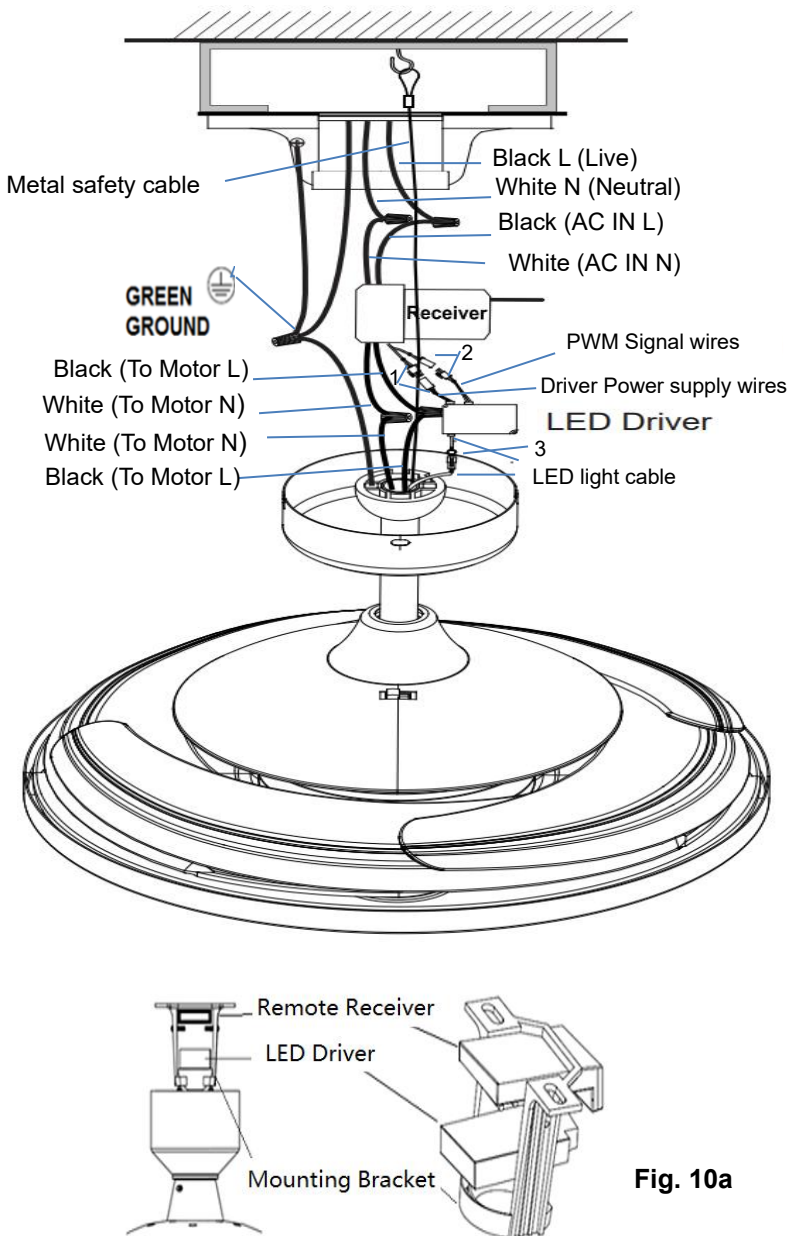
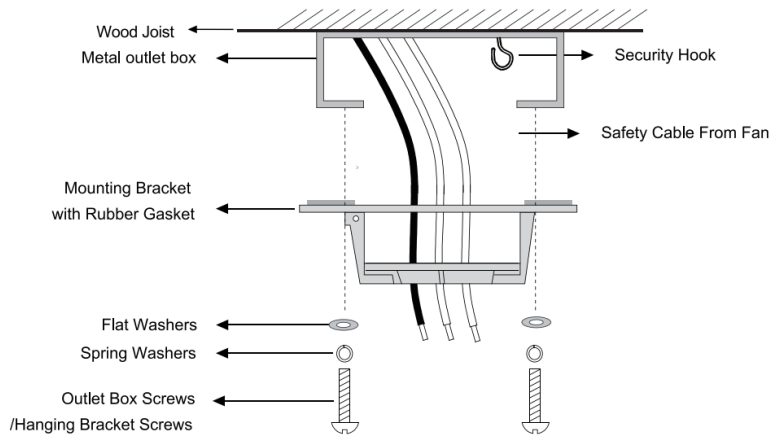

Fig. 10a
Fig. 10b
1. Conecte el cable de fase doméstico (negro) al cable de entrada del receptor (negro, CA EN L) como muestra la **Fig. 10a**.
6. Conecte los cables de entrada de alimentación del controlador LED y los cables de salida de alimentación del receptor remoto a través de los conectores rápidos de 2 puertos (3).
7. Conecte los cables de entrada de señal PWM del controlador LED y los cables de salida de señal PWM del receptor remoto a través de los conectores rápidos de 3 puertos (2)
8. También conecte los cables de salida del controlador LED y los cables de luz LED a través de los conectores rápidos (1)
9. Tire del cable de seguridad de metal en el gancho de seguridad, apriete el cable de seguridad (Fig.10a y Fig10b).